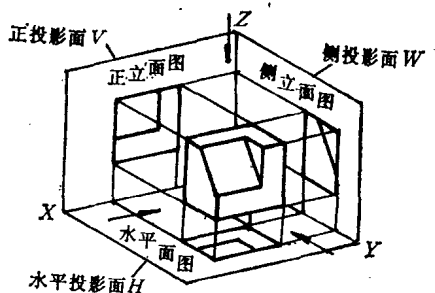
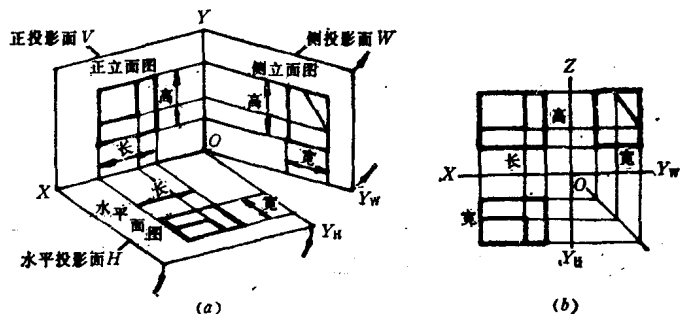

图 1-3 三面正投影图的形成
图 1-4 三面投影图的展开
(1)三面正投影图的形成。一个物体只画出一个投影图是不能完整地表示出它的形状和大小的,因为一个投影图一般只能反映物体长、宽、高三个向度中的两个向度。通常工程中是把物体放在由三个相互垂直的投影面所组成的体系中,然后由正投影法分别由前向后,由左至右,由上而下投影,从而形成了三面正投影图,如图1-3所示。三面正投影图各部分的名称均标注在图上。
(2)三个投影面的展开。为了能在一张图纸上同时反映三个投影图,需要把三个投影图按一定规则展开在一个平面上,如图1-4(a)所示。展开后 $OY$ 轴分为两条,一条为 $OY_H$ 轴,另一条为 $OY_W$ 轴。由于投影面的大小与投影图无关,故在画三面投影图时可不画投影面的边界。三面正投影图的
布局如图1-4(b)所示。
(3)三面正投影图的投影规律。从图1-3和图1-4可以看出，一个物体用三面正投影图来表达后，三面正投影图之间具有下述规律：